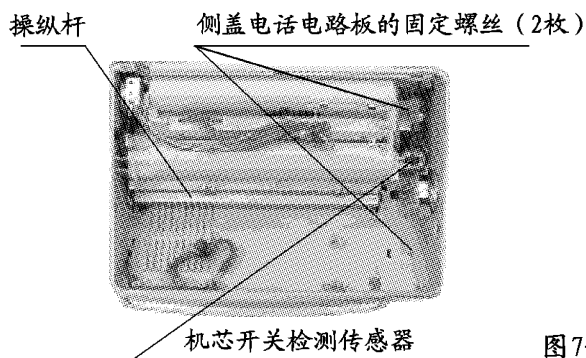
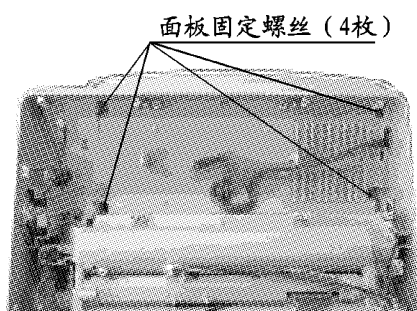

图 7-5
图 7-6
b) 拆下操纵杆和面板螺丝(4枚)。(图7-5、图7-6)
b) 拆卸固定电话电路板的侧盖上的螺丝（2枚），取出电话电路板。（图7-5）